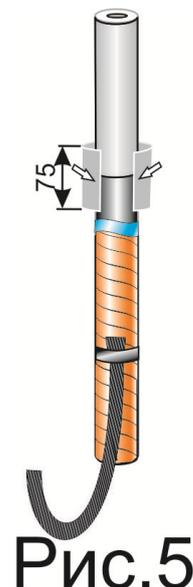

Рис.5
5.С помощью специального инструмента (роликового ножа) снять электропроводящий слой с жил кабеля, оставив участок электропроводящего слоя длиной 40мм от бандажа из ленты ПВХ. Предварительно необходимо надвинуть на кабель упорную шайбу и продвинуть её до бандажа из ленты ПВХ. Поверхность изоляции из сшитого полиэтилена обезжирить салфеткой с растворителем уайт-спиритом в направлении от торца кабеля к срезу оболочки. Изоляцию жилы и участок электропроводящего слоя длиной 40мм обернуть самослипающейся пластиной для выравнивания напряжённости электрического поля. Пластины ориентировать по длине 75 мм от изгиба проволок экрана с перехлестом 3-5мм, лишнее обрезать, шов разгладить. **Остатки воздуха под пластиной недопустимы! ОПЕРАЦИЯ ВЫПОЛНЯЕТСЯ НА КАЖДОЙ ЖИЛЕ!** (Рис.5)